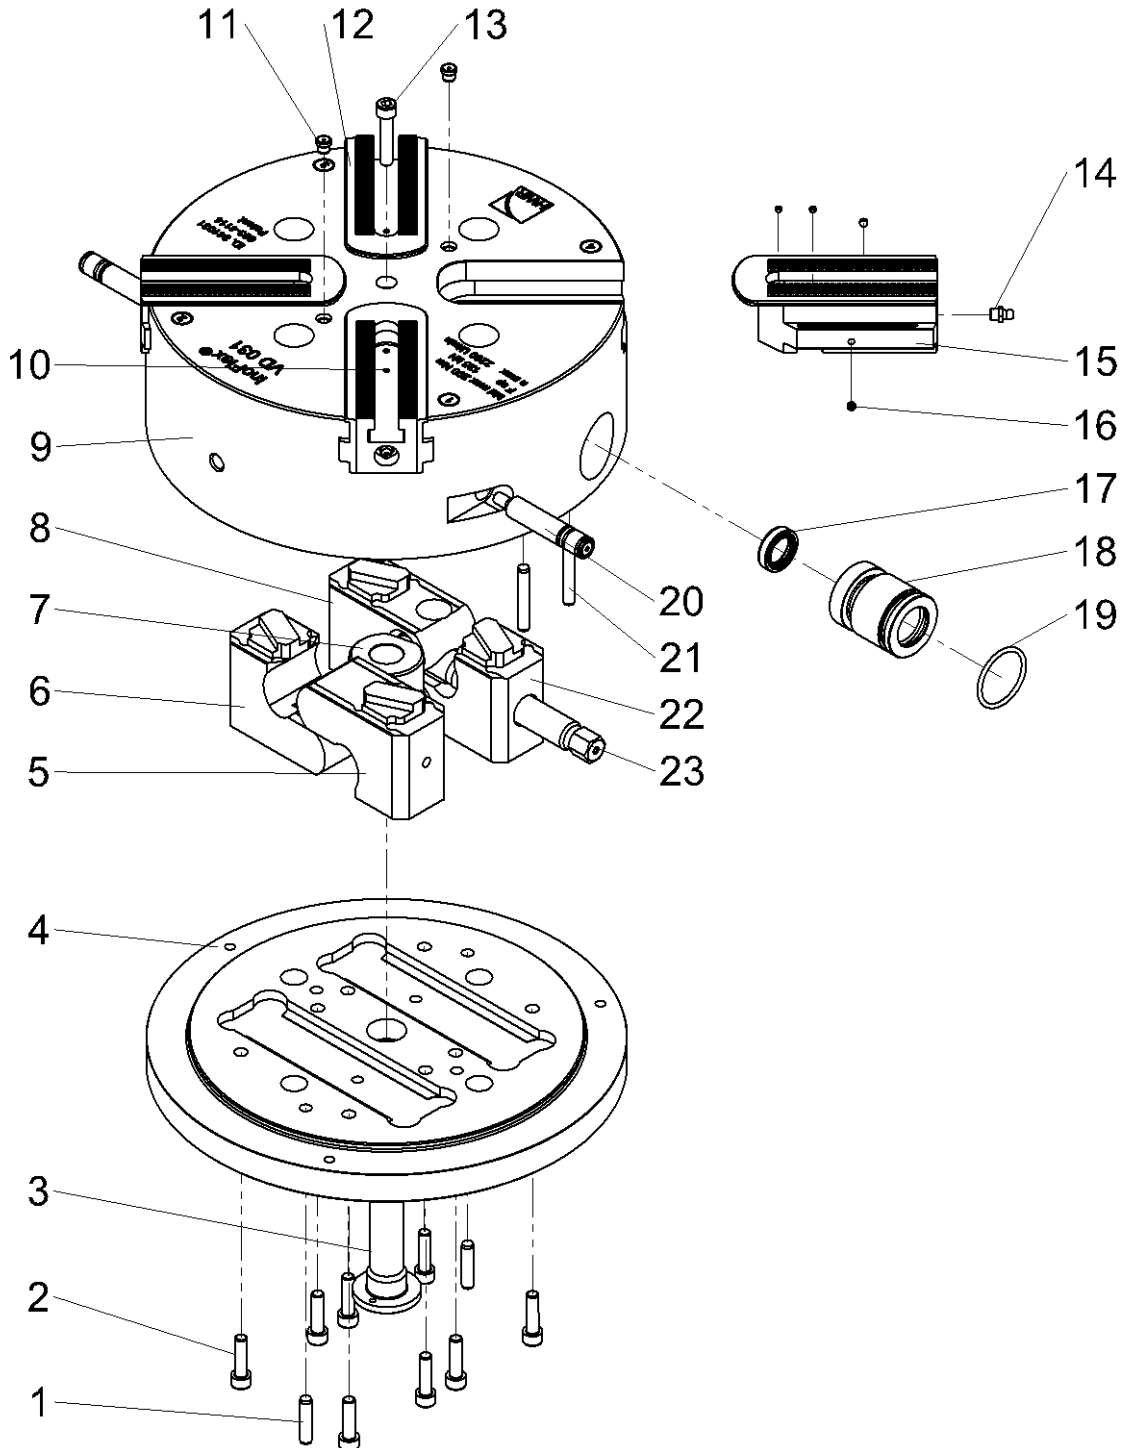

Abb. 8-1: Ersatzteile (VD 016 - VD 040)
- Schritt 1** Suchen Sie in der Abbildung 8.1 / 8.2 / 8.3 / 8.4 / 8.5 das gewünschte Ersatzteil.